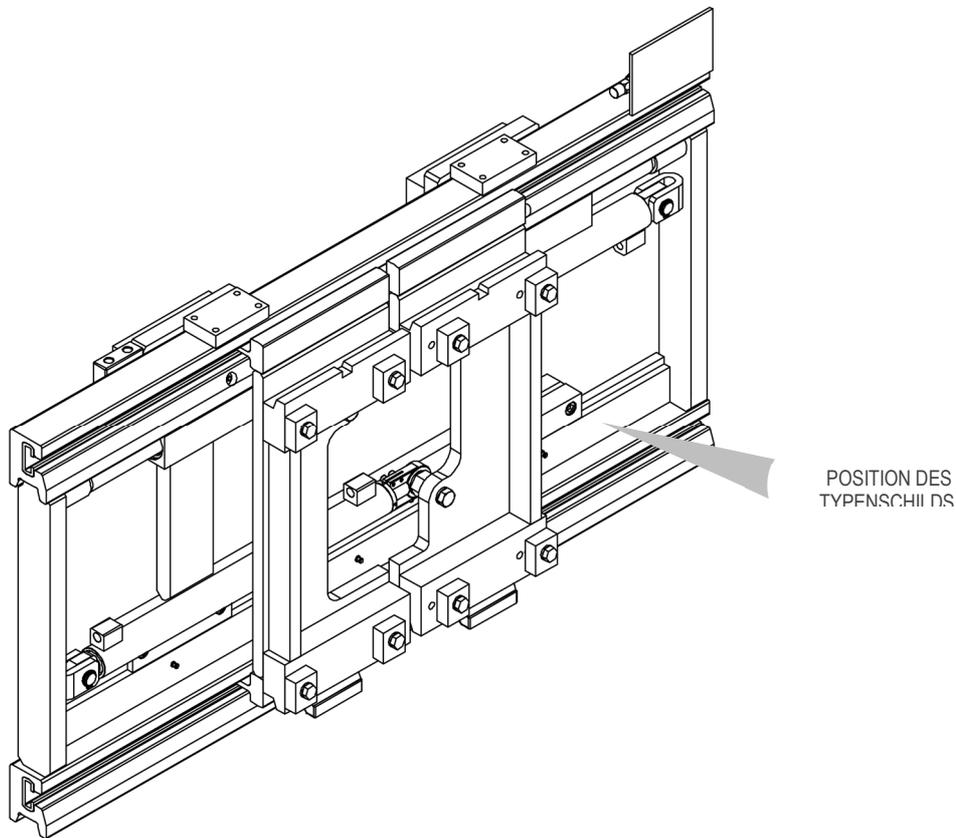

Abbildung 1
Alle Geräte A.T.I.B. – „GABEL-POSITIONIERER TYP 678 | 679 | 688 | 689 | 579“ werden durch ein Klebeschild (siehe *Tabelle 1*) am Gerät identifiziert (die Position des Typenschildes kann je nach Gerät variieren, siehe *Abbildung 1*). Achten Sie immer auf die Seriennummer.
8. Schließen Sie den Hydraulikkreislauf an und stellen Sie sicher, dass der Betriebsdruck der Rohrleitungen höher oder gleich dem auf dem Typenschild angegebenen ist (siehe *Abbildung 1* und *Tabelle 1* auf Seite8).
14. Schließen Sie den Hydraulikkreislauf an und stellen Sie sicher, dass der Betriebsdruck der Rohrleitungen höher oder gleich dem auf dem Typenschild angegebenen ist (siehe *Abbildung 1* und *Tabelle 1* auf Seite 8).